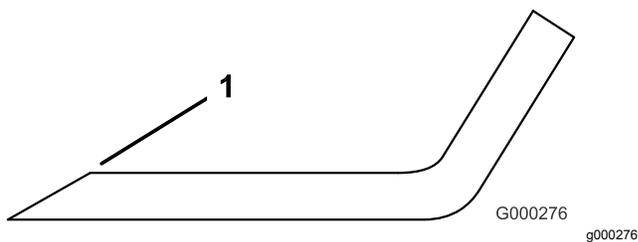

Figure 92
3. Examinez les tranchants de toutes les lames et aiguiser-les s'ils sont émoussés ou ébréchés (**Figure 92**).
Remarque: N'aiguiser que le haut du tranchant et conservez l'angle de coupe d'origine pour obtenir une coupe nette (**Figure 92**). Limez la même quantité de métal sur les deux tranchants pour ne pas déséquilibrer la lame.